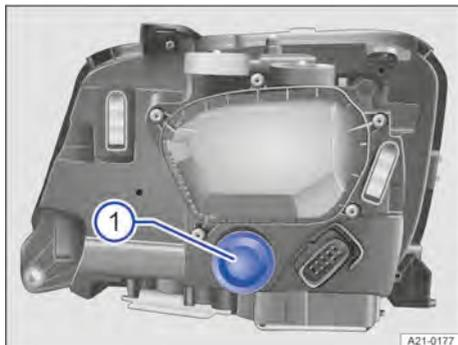

Fig. 145 No compartimento do motor: cobertura no farol de xenônio frontal.
3. Remover a cobertura de borracha no lado de trás do farol → Fig. 145 ①.
8. Colocar a cobertura de borracha na parte traseira do farol → Fig. 145 ①.